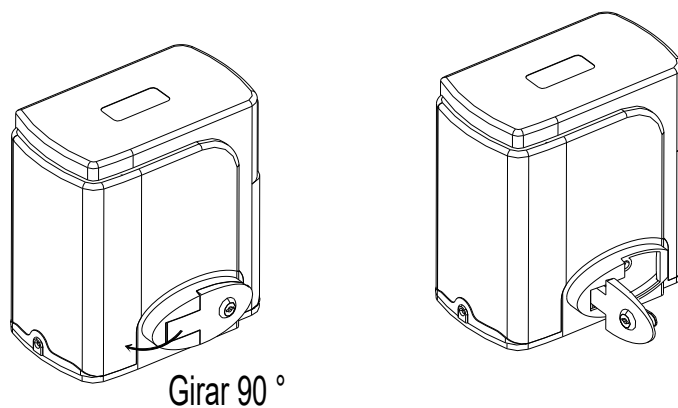

Figura 5
- Desbloquee el motor principal antes de la instalación, el método de desbloqueo es: inserte la llave, abra la barra de liberación manual hasta que gire 90 ° como se muestra en la Figura 5. Luego, gire el engranaje de salida y el engranaje se puede girar fácilmente;